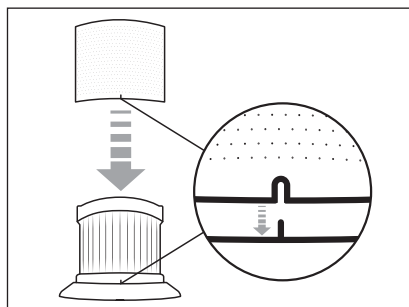

Fig. 14
- 5) Așezați filtrul din oțel inoxidabil **6** pe filtrul EPA **5** și împingeți-l apoi complet pe filtrul EPA **5**. La această operațiune se va avea în vedere ca dispozitivul de blocare de la filtrul EPA **5** să ajungă în decupajul de la filtrul din oțel inoxidabil **6** (a se vedea fig. 14).